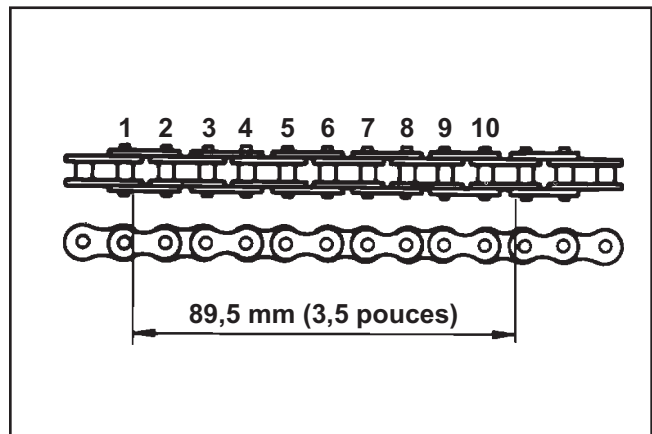
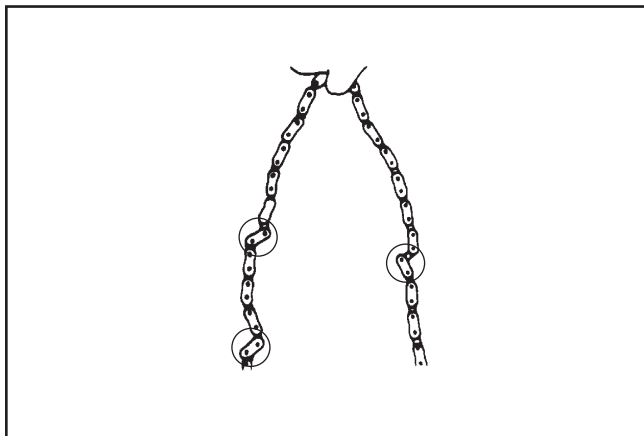

Figure 10-24. Limite d'étirement de la chaîne.
Figure 10-25. Inspection des maillons.
- b. Nettoyer la chaîne (CS4 et CS6) avec du produit de nettoyage pour enlever autant de saleté que possible. Sécher, puis contrôler l'état de la chaîne. Si les maillons sont serrés et ne pivotent pas librement (voir la figure 10-25) ou si la chaîne a été étirée au-delà de la limite spécifiée mesurée sur 10 pas (voir figure 10-24), elle doit être remplacée.